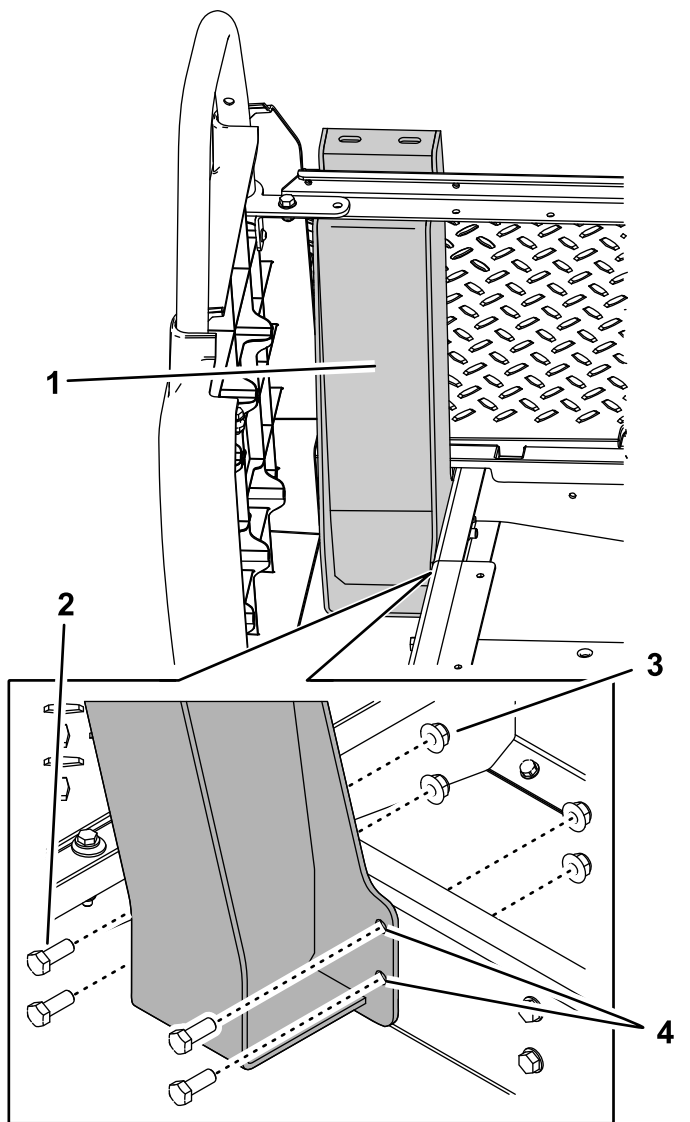

Рисунок 7
- Прикрепите правый кронштейн к нижней балке рамы при помощи 2 болтов (3/8 x 1 дюйм) и 2 гаек (3/8 дюйма), установив их в нижние задние отверстия (Рисунок 7).